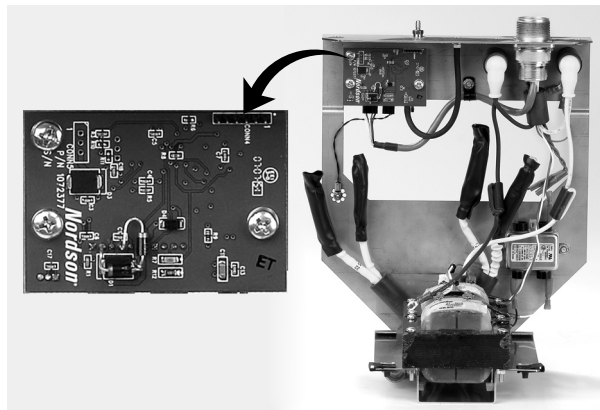

Abb. 5-15 Lichtsensorplatine ersetzen
2. Siehe Abbildung 5-15. Die Lichtsensorplatine abtrennen.